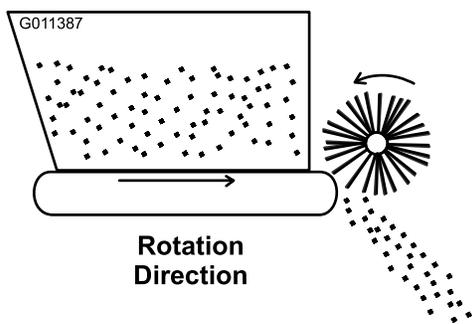

Рисунок 18
4. Запустите двигатель автомобиля и проверьте вращение транспортера и щетки. Переведите рычаг выносной гидравлики технологического автомобиля в положение РАБОТА. Направление вращения должно быть таким, как показано на Рисунок 18. В случае обратного направления вращения следует поменять местами быстроразъемные муфты.